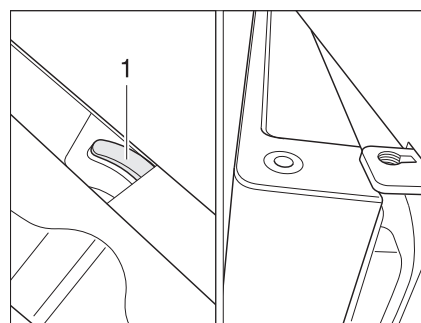

Fig. 142 Puerta del frigorífico/puerta del compartimento congelador en posición de ventilación (Dometic de la serie 7 con compartimento congelador separado)
- Empujar el bloqueo completamente hacia la derecha. La puerta del frigorífico/ puerta del compartimento congelador se fija con ayuda del bloqueo de la puerta (Fig. 142,1). De este modo, la puerta del frigorífico/puerta del compartimento congelador quedará ligeramente abierta (Fig. 142).